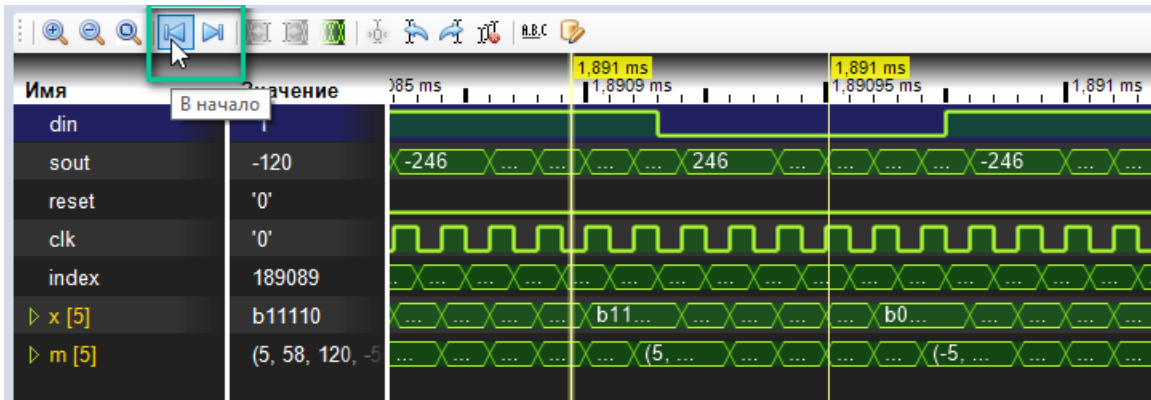

Рис. 33 Перемещение в начальное значение оси времени
- Перемещение по оси времени, см. Рис. 33.